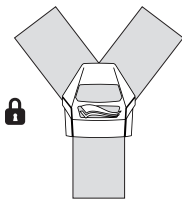

Fig. 3b
- Chiudere il separatore a flangia (Fig. 3b)